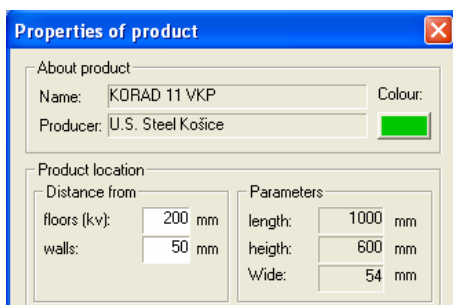

Рис. 3.2-6 Задание установки изделия
9. Появится диалоговое окно *Properties of product/Качества изделия*, в котором задайте его установку. От пола задайте 200 мм и от стены 50 мм. (Рис. 3.2-6).